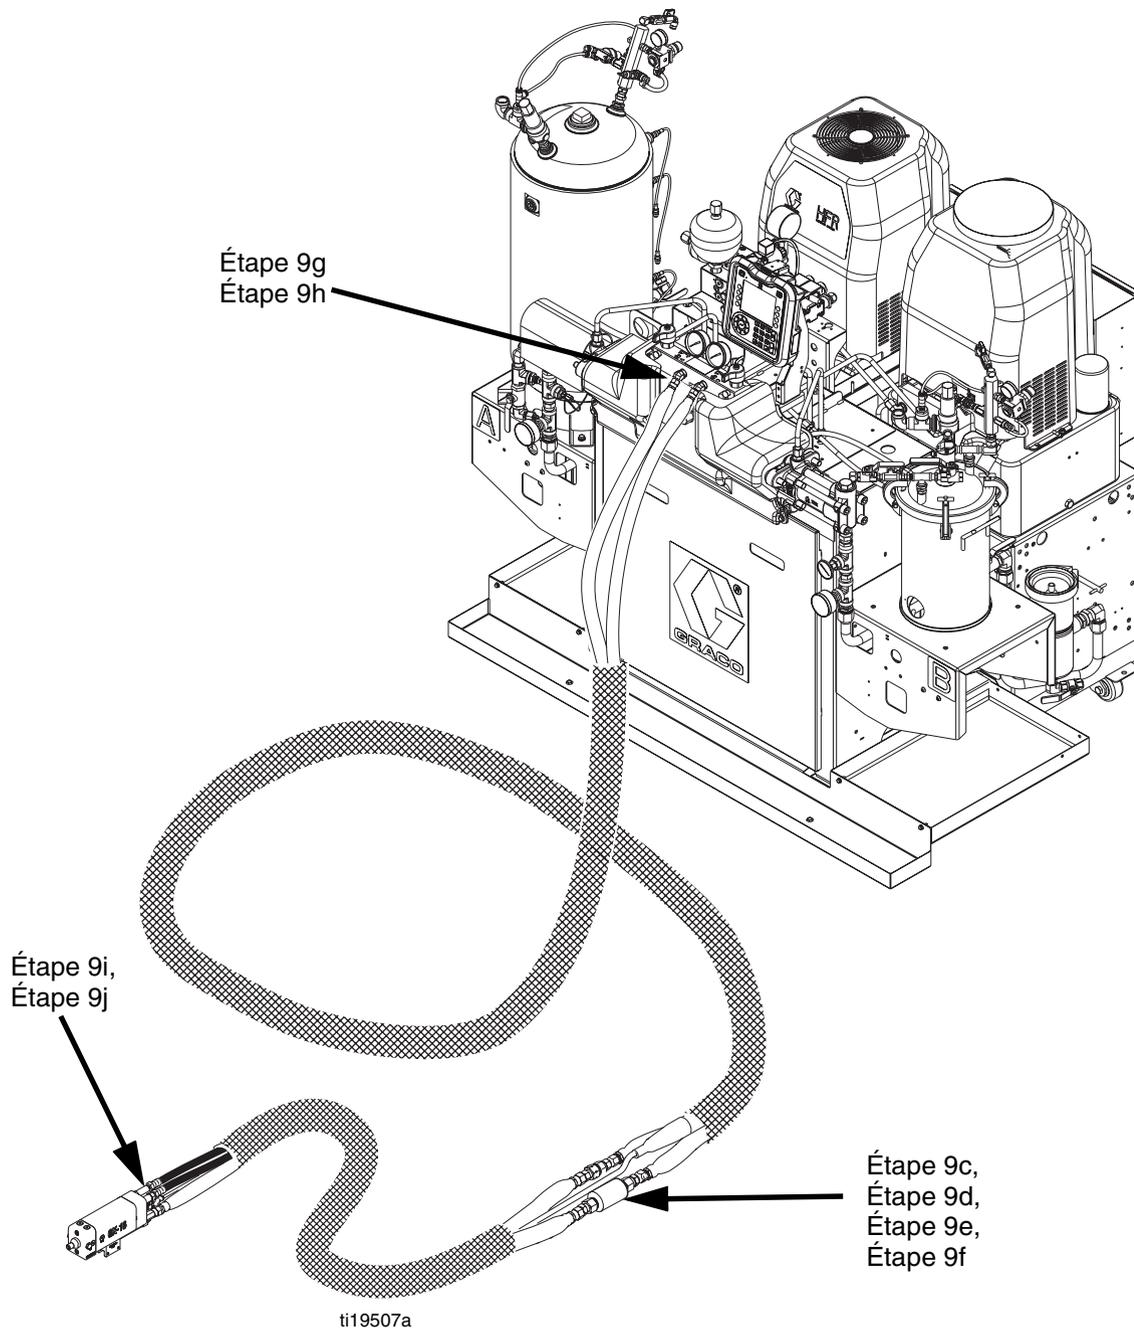
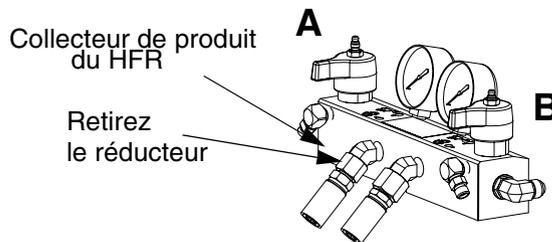

FIG. 15 : Connexions de flexible de produit
FIG. 16 : Collecteur de produit
REMARQUE : consultez la **FIG. 15** page 32, pour mieux visualiser les étapes suivantes.
- c. Retirez le réducteur du raccord A (rouge) du collecteur de fluide du HFR. Installez un FTS dans la conduite d'alimentation en produit A (rouge) entre le flexible principal et le flexible souple. Assurez-vous que le FTS est orienté dans le sens de l'écoulement du fluide après installation. Consultez le manuel du flexible chauffé pour connaître les instructions. Consultez la FIG. 15 et la FIG. 16.
- d. Retirez le réducteur du raccord B (bleu) du collecteur de fluide du HFR (Modèles 24N573, 24N574 uniquement). Installez les entretoises supplémentaires fournies sur les conduites de produit restantes à proximité du FTS. Consultez la FIG. 15 et la FIG. 16.
- f. Assemblez les sections du flexible hydraulique et placez le raccord de cet ensemble à proximité de la zone du FTS. Consultez la FIG. 15.
- g. Raccordez les flexibles A (rouge) et B (bleu) sur les sorties A (rouge) et B (bleu) du collecteur de fluide (FM) du HFR. Les flexibles ont un code couleur : rouge fixe pour le composant A, bleu fixe pour le composant B.
- h. Raccordez les câbles (Y). Assurez-vous que les câbles ont suffisamment de mou lorsque le flexible est courbé. Entourez le câble et les raccords électriques de ruban électrique. Consultez le manuel du flexible chauffé pour connaître les détails de raccordement de ce dernier ainsi que pour voir les illustrations des différents types de flexibles chauffés.